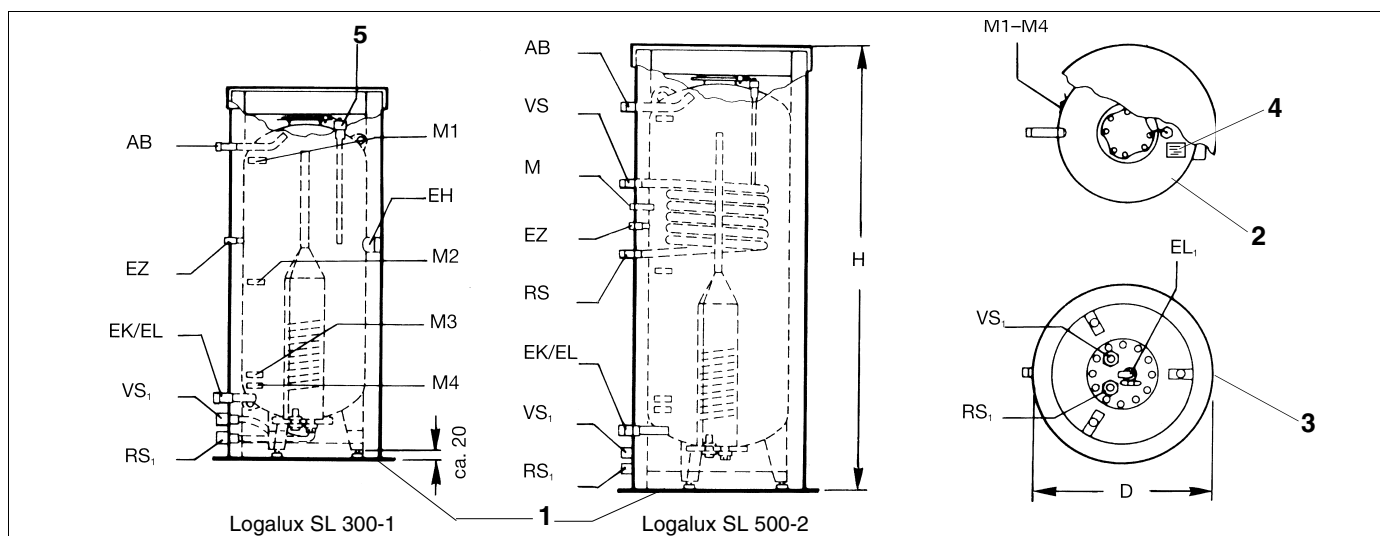
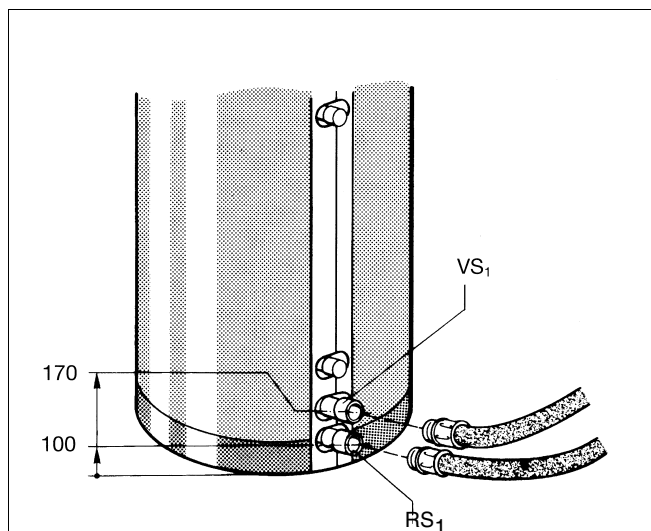

Fig. 1 Vue de face, du dessus et du dessous
Fig. 7 Raccordements
Les préparateurs Logalux SL 300-2 - 500-2 diffèrent du préparateur Logalux 300-1 par un serpentin échangeur thermique supplémentaire (fig. 1).
Légende fig. 1:
- Le raccordement VS₁ (départ préparateur solaire) est rouge, le raccordement RS₁ (retour préparateur solaire) est bleu (fig. 1) et (fig. 7).
Légende fig. 7: